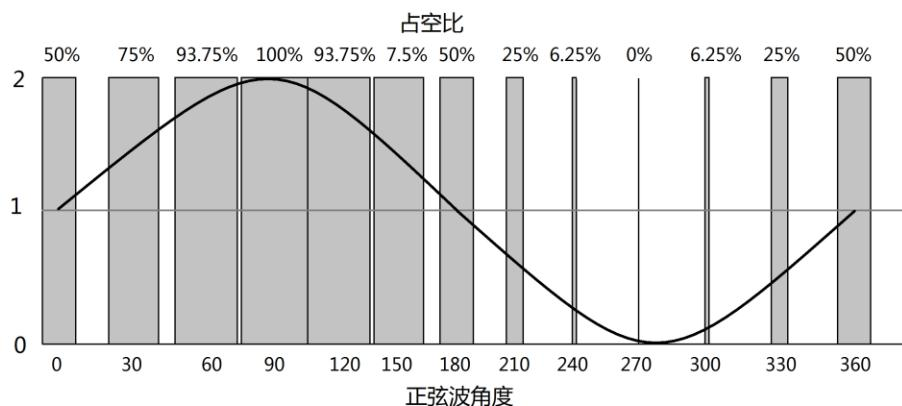

图 20.3 查表法原理
举例说明，如图 20.3 所示，我们用 12 个 PWM 脉冲来等效 1 个周期正弦波。
3) 单片机的 Timer_A 模块在运行中依次循环读取 duty[N] 的值作为占空比，就能得到图 20.3 等效的 SPWM 波形。
4) 图 20.3 中仅用了 12 个脉冲等效正弦波，增加等效正弦周期中脉冲的数目（采样点数），可以得到效果更好的正弦波。